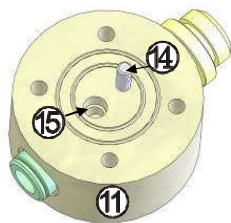
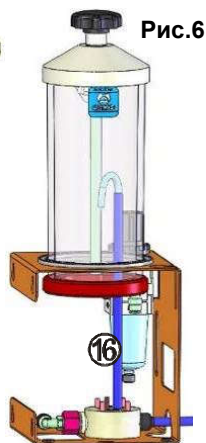

Рис.5
Рис.6
### 6.3.5 замена приемного штуцера (14), шайбы (11) (рис.5,6), для чего:
- заменить вышедшие из строя штуцер и/или шайбу, переставив в отверстие (15) трубку (16);
- установить шайбу на место и закрутить винты (рис.6).
Засорение приемного штуцера (14), рис.5	Вынуть из основания с помощью карцанг, прочистить отверстия, установить обратно. Или обратиться в сервисный центр